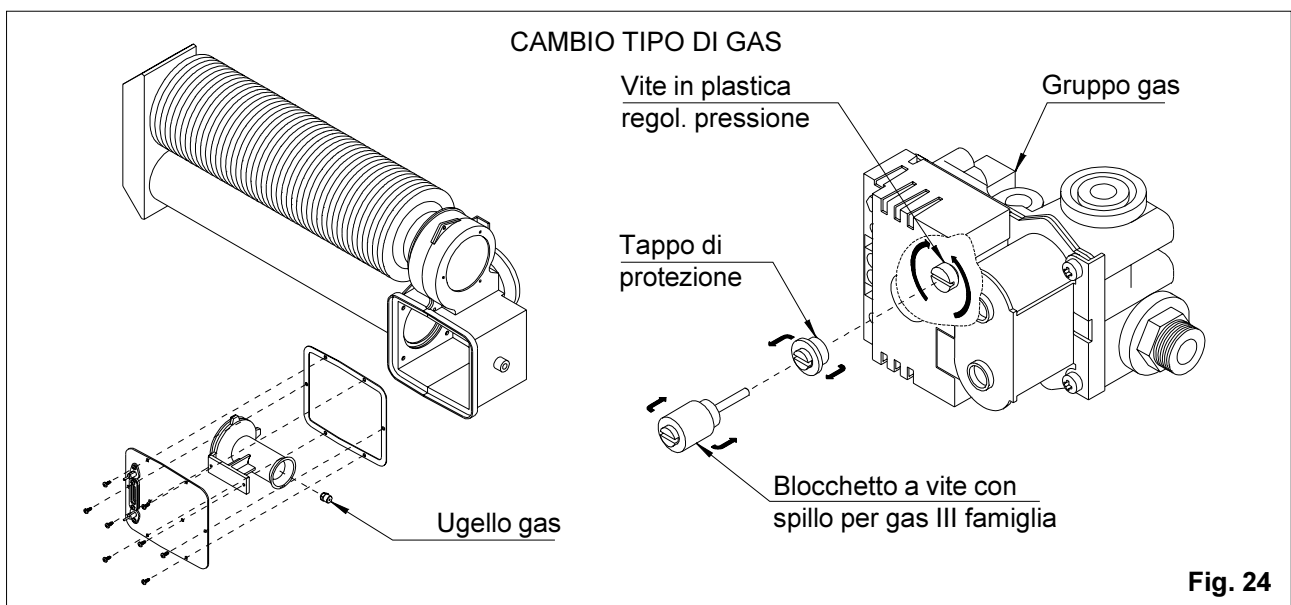

Fig. 24
- d) togliere le 6 viti che fissano la piastra porta-bruciatore alla camera di combustione ed estrarla, facendo attenzione a non danneggiare la guarnizione di tenuta. Smontare l'ugello gas con una chiave esagonale da 10 mm e sostituirlo con il nuovo, avvitandolo fino a garantire la tenuta (*fig. 24*)
mente a fine corsa la vite in plastica del regolatore di pressione. Inserire al posto del tappo di protezione il bloccetto a vite dotato di spillo, in modo da mettere fuori servizio il regolatore stesso (*fig. 24*). **Conservare il tappo di protezione del regolatore di pressione per un eventuale riutilizzo successivo**
- c) togliere le 6 viti che fissano la piastra porta-bruciatore alla camera di combustione ed estrarla, facendo attenzione a non danneggiare la guarnizione di tenuta. Smontare l'ugello gas con una chiave esagonale da 10 mm e sostituirlo con il nuovo, avvitandolo fino a garantire la tenuta (fig. 24)
- e) sul gruppo gas togliere il blocchetto a vite dotato di spillo posto sul regolatore di pressione, in modo da ripristinare la funzione del regolatore stesso (fig.24)